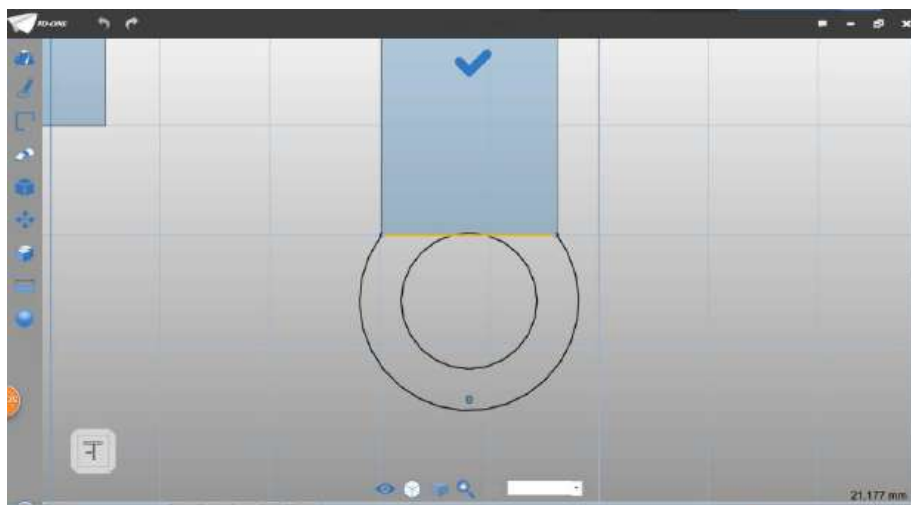

图 3-21
Step 21 点击确定，选择直线命令，将圆弧两端连接，如下图 3-21 所示：